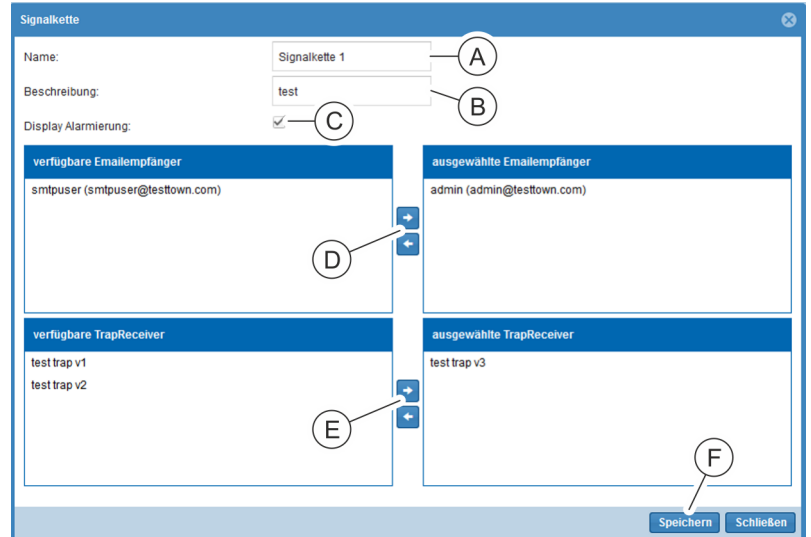

Abb. 171: Fenster "Signalkette"
4. ➔ Im Fenster "Signalkette" einen Namen für die Signalkette eingeben (Abb. 171/Ⓐ).
5. ➔ Bei Bedarf eine Beschreibung für die Signalkette eingeben (Abb. 171/Ⓑ).
6. ➔ Checkbox „Display-Alarmierung“ bei Bedarf aktivieren, um eine Alarmmeldung auf dem Display der PDU anzeigen zu lassen (Abb. 171/Ⓒ).
7. Im Feld „*verfügbare E-Mail-Empfänger*“ bei Bedarf einen Empfänger für eine E-Mail-Benachrichtigung auswählen und über die Schaltfläche „→“ ins Feld „*ausgewählte E-Mail-Empfänger*“ schieben (Abb. 171/Ⓔ).
8. Im Feld „*verfügbare Trap-Receiver*“ bei Bedarf einen Trap-Empfänger auswählen und über die Schaltfläche „→“ ins Feld „*ausgewählte Trap-Receiver*“ schieben (Abb. 171/Ⓔ).
9. Auswahl über die Schaltfläche „*Speichern*“ bestätigen (Abb. 171/Ⓔ).